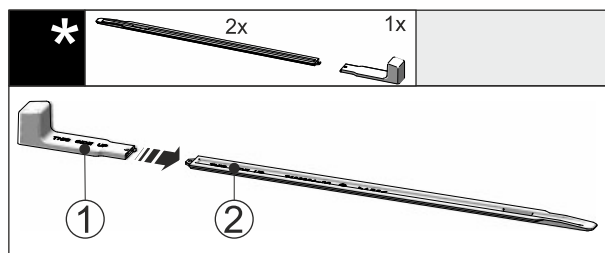

Fig. 54
- Montážní úchyt Fig. 54 (1) připevníte k nivelační liště Fig. 54 (2).